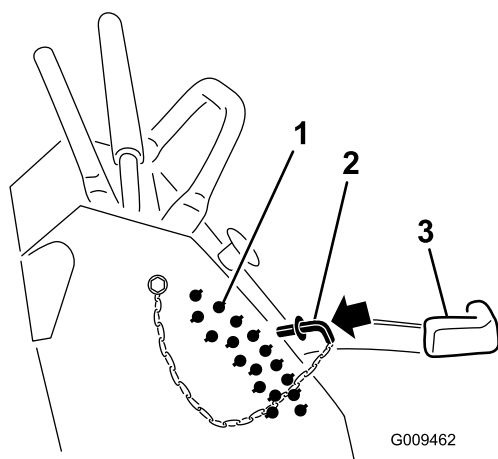

Figura 26
2. Seleccione el taladro del soporte de altura de corte que corresponde a la altura de corte deseada, e inserte el pasador (Figura 26).
3. Baje la palanca de altura de corte hasta el pasador (Figura 26).